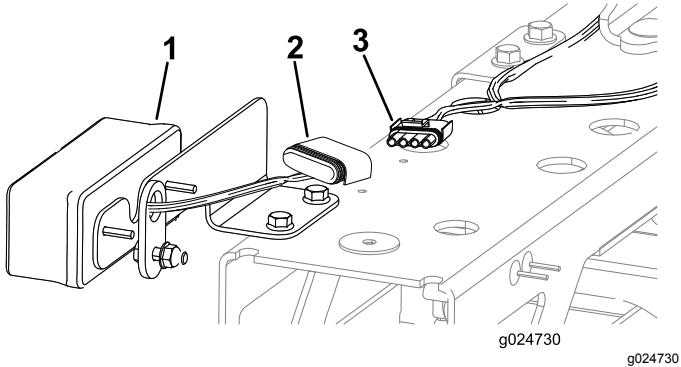

Figure 59
4. Branchez les connecteurs des clignotants (Figure 59) comme suit :